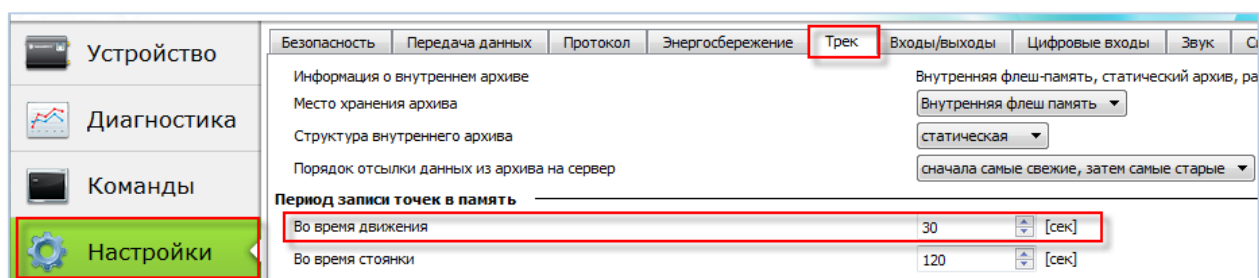

Рисунок 9. Настройка периода записи точек во время движения
3. В разделе «Период записи точек в память» установите нужные значения в поле «Во время движения» в секундах (Рис.9.);